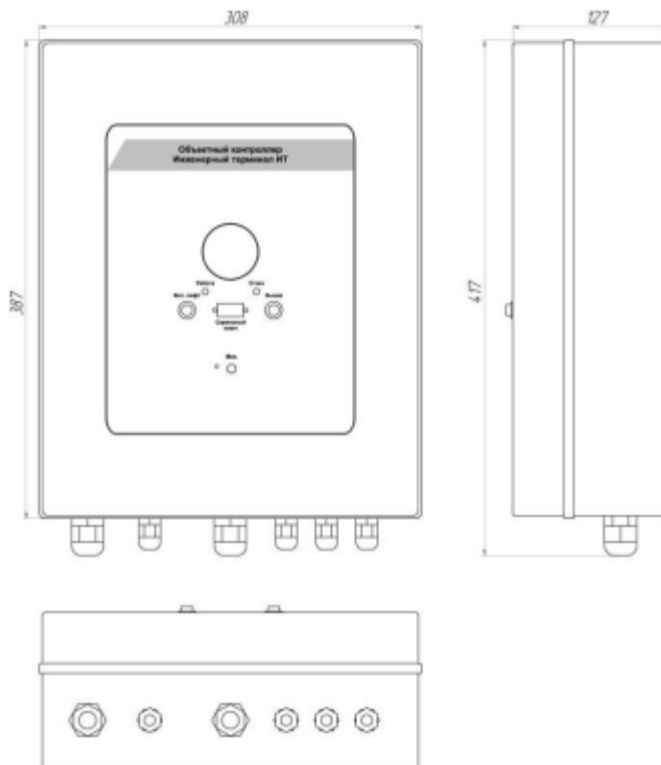

Рис. 1 Габаритні розміри.
6.3 Встановити ШАІТ на місці експлуатації і закріпити, габаритні розміри наведені на рис. 1. Монтажне з'єднання шафи до стіни повинно забезпечити клас захисту IP54.